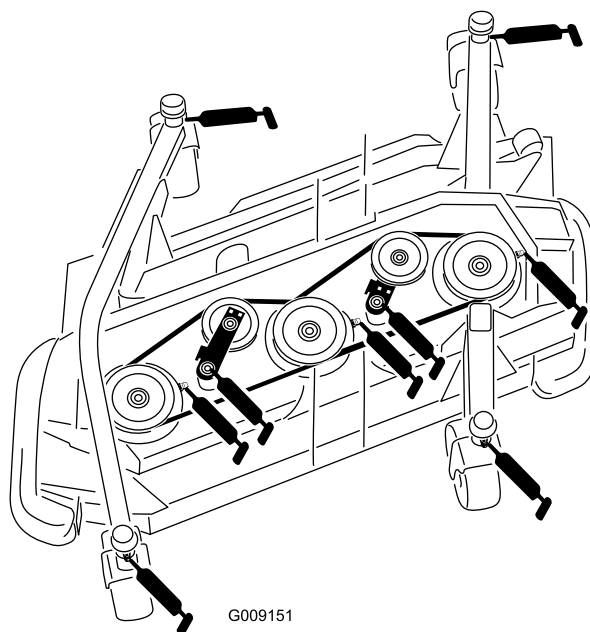

Figura 54
- 4 boccole dell'albero della forcella della ruota orientabile (Figura 54)
- 3 cuscinetti dell'albero del fusello (situati sull'alloggiamento del fusello) come illustrato nella Figura 54
- 2 boccole del perno di articolazione del braccio del tendicinghia (situate sull'albero del perno di articolazione del tendicinghia) come illustrato nella Figura 54